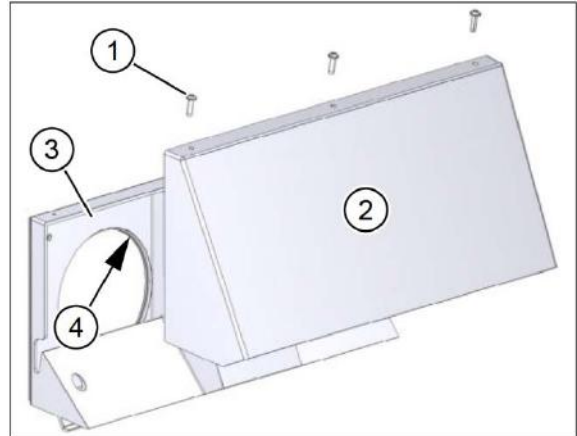

Рис. 6: снять крышку
- ▶ Извлеките 3 винта 3,5 x 16 (поз. 1 на рис. 6) с верхней части крышки воздухозаборника.
- ▶ Сдвиньте крышку (поз. 2 на рис. 6) прим. на 10 мм вверх. Приподнимите крышку с опорной панели (поз. 3 на рис. 6) по направлению вперед.
- ▶ Смажьте обе уплотнительные поверхности (поз. 4 на рис. 6) шириной 4 мм полностью с внутренней стороны вазелином.